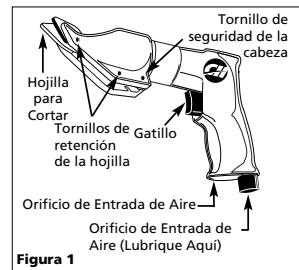

Figura 1
1. Suelte el tornillo de seguridad de la cabeza (ver Figura 1) y gire la cabeza en la posición deseada. Vuelva a apretar el tornillo antes del uso.
3. Oprima el gatillo para comenzar a operar la cortadora (Vea la Figura 1).
2. Retire los tornillos de retención de la hojilla (ver Figura 1).